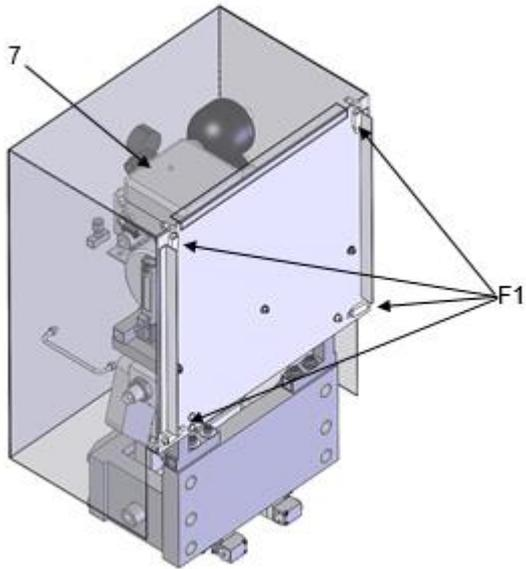

Bild 2.13
1. Entfernen Sie die Abdeckung des Aggregates (optional), indem Sie die 4 Clips F1 ausklinken, siehe Bild 2.13